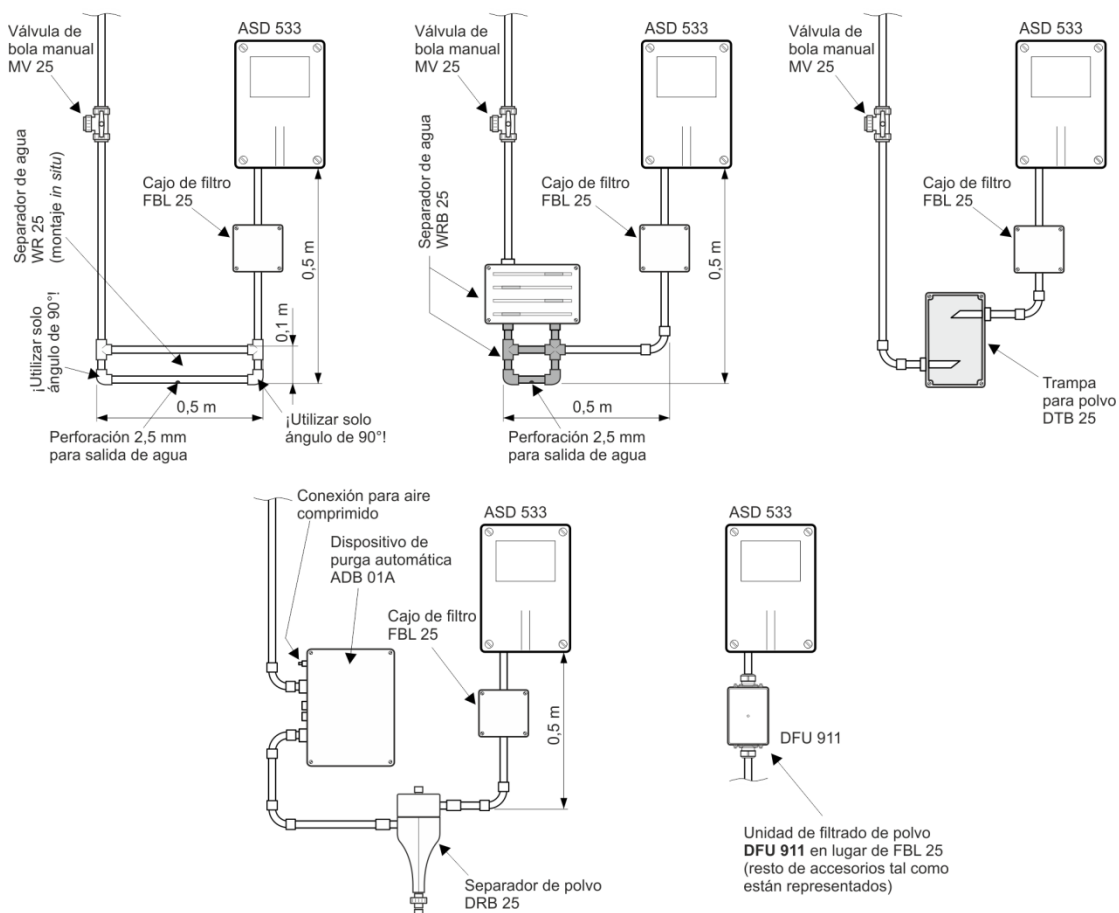

Fig. 29 Montaje de accesorios
- Deben respetarse las posiciones de montaje del separador de agua, la trampa para polvo y el separador de polvo, tal como se muestra en la **Fig. 29**.